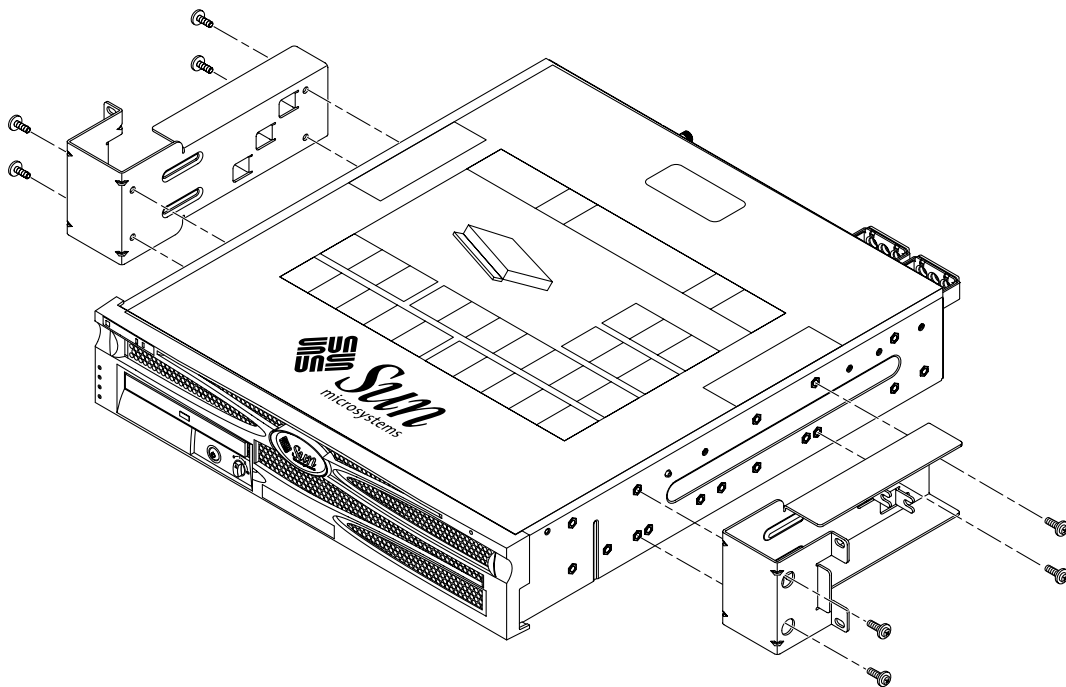

FIGURE 3-24 Fixation des supports latéraux sur le serveur
2. **À l'aide de huit des vis SEM M5 × 10 (quatre pour chacun), fixez les supports latéraux de part et d'autre du serveur (FIGURE 3-24).**